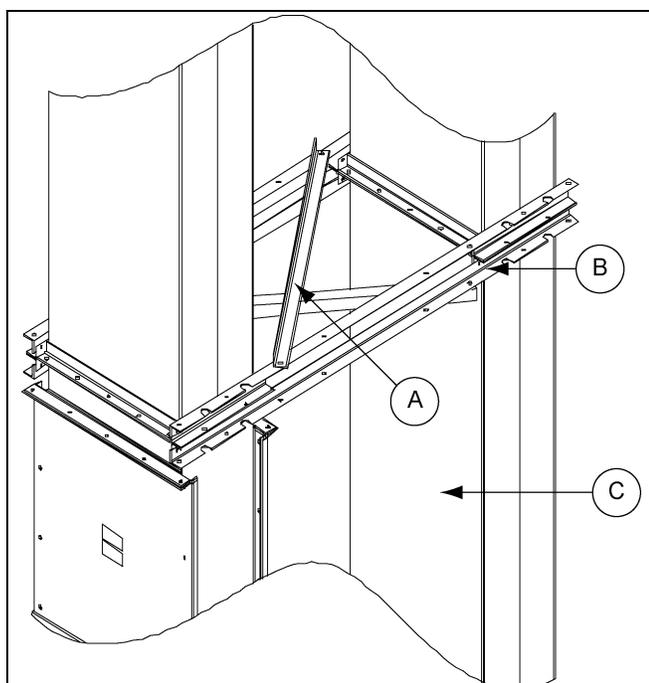

Рисунок 7D Соединение короба
2. Установите угловое крепление на один короб, как показано в Рисунок 7D. (При использовании шкивов диаметром 42" и более установите угловое крепление с поперечиной.)